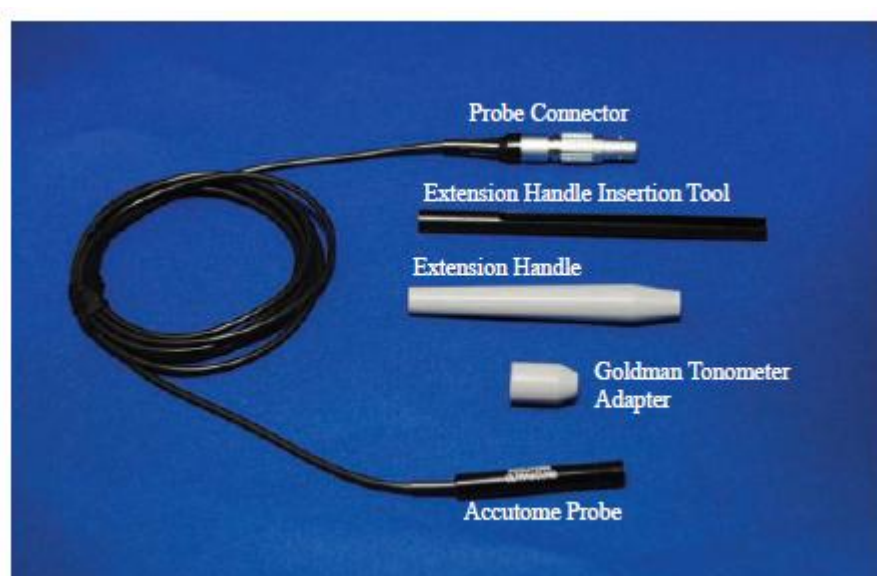

Рисунок 3-2 Подключенный датчик
3. Вставьте датчик таким образом, чтобы красная точка была направлена в сторону задней панели прибора (смотрите рисунок 3-2).